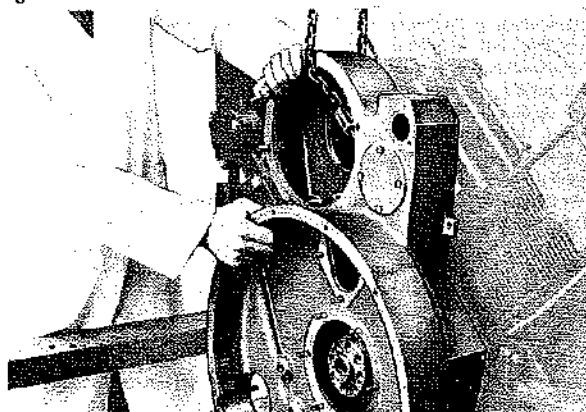

Fig. 50
- Montare la campana impegnandola nelle spine di riferimento (Fig. 50).